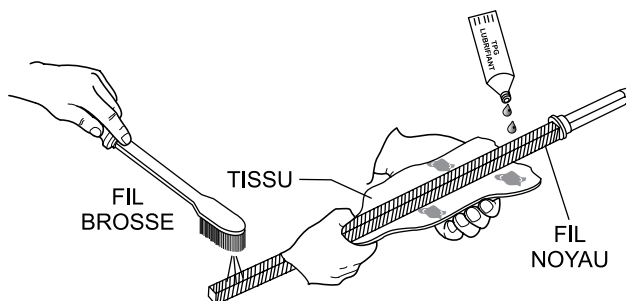

Figure 7. Nettoyage Noyau du Fil
1. A l'aide d'un étau et d'une clé, retirez le coupleur de l'arbre flexible comme indiqué dans Figure 7. Veuillez noter que **les fils sont à droite** sur ce côté de l'arbre flexible (l'extrémité du moteur d'entraînement).